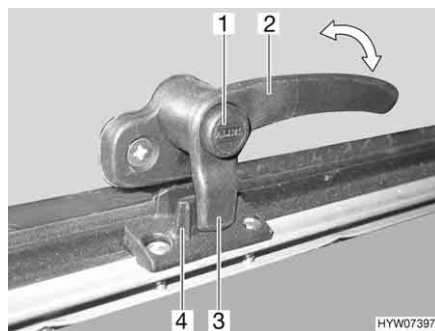
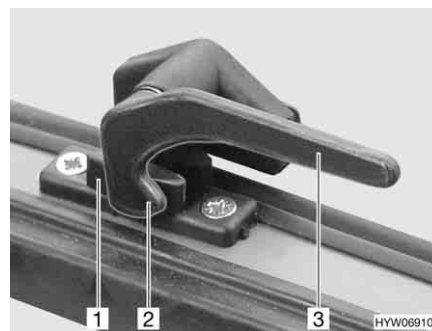

Fig. 72 Palanca de bloqueo con botón de seguridad en la posición de "cerrado"
Fig. 73 Palanca de bloqueo en la posición de "cerrado"
- Si existe, pulsar el botón de seguridad (Fig. 72,1) y mantenerlo pulsado.
- Girar toda la palanca de bloqueo (Fig. 72,2 ó Fig. 73,3) un cuarto de vuelta hacia el centro de la claraboya.
- Girar todas las palancas de bloqueo (Fig. 72,2 ó Fig. 73,3) un cuarto de vuelta hacia el marco. El saliente de bloqueo (Fig. 72,3 ó Fig. 73,2) se encuentra en la cara interior del bloqueo de la claraboya (Fig. 72,4 ó Fig. 73,1).
- En la posición "cerrada fijamente" (Fig. 72 y Fig. 73)